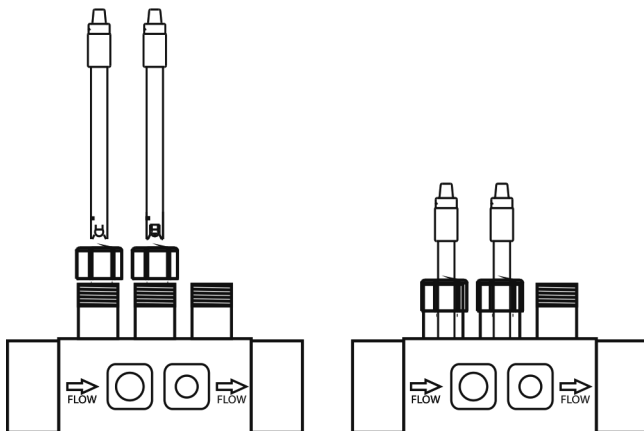

Fig. 12
1. Insérer la sonde de pH fournie avec l'équipement dans le logement correspondant du porte-sondes. (Fig. 12).